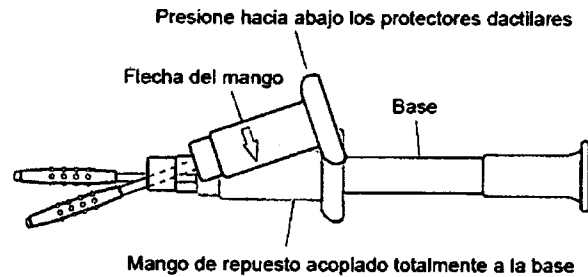

Figura 15. Acoplamiento del mango de repuesto a la base del dispensador del anclaje.
2. Sitúe los protectores dactilares del mango de repuesto a lo largo de la base con el cuerpo metálico angulado hacia abajo (Figura 15).
3. Presione hacia abajo sobre los protectores dactilares, elevando así el cuerpo metálico, hasta que el mango se acople a la base (Figura 15).